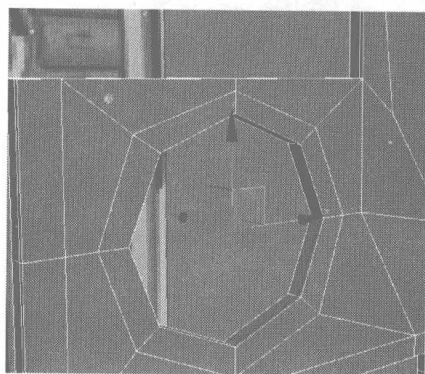
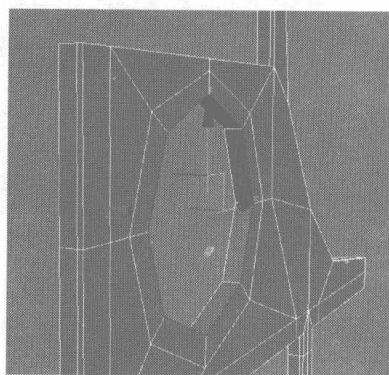
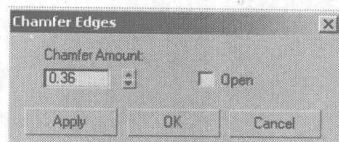

图 4.548
图 4.549
图 4.550
- 27** 选择如图 4.548 所示的功能键内侧的边线，单击右键，在弹出的快捷菜单中选择 Remove 命令将其删除；再选择如图 4.549 所示的边轮廓边线，在 Edit Edges 卷展栏中单击 Chamfer 右侧的小按钮，在弹出的对话框中设置倒角参数，如图 4.550 所示。